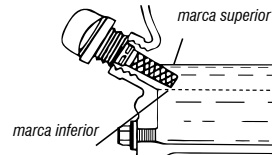

Fig. 3 – Nivel del aceite
- e. Retire la varilla medidora nuevamente y observe (fig. 3).